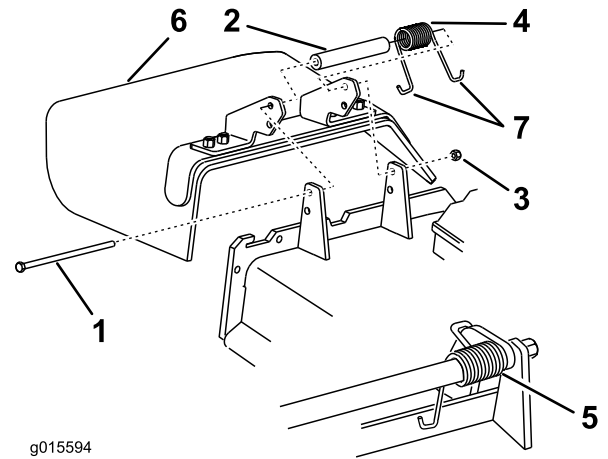

Figura 116
1. Retire la contratuerca, el perno, el muelle y el espaciador que sujetan el deflector a los soportes de pivote (Figura 116).
2. Retire el deflector de hierba dañado o desgastado (Figura 116).
**Nota:** Asegúrese de colocar un extremo con gancho en J del muelle detrás del reborde de la carcasa antes de instalar el perno, según se muestra en Figura 116.
6. Coloque 1 extremo en J del muelle alrededor del deflector de hierba (Figura 116).